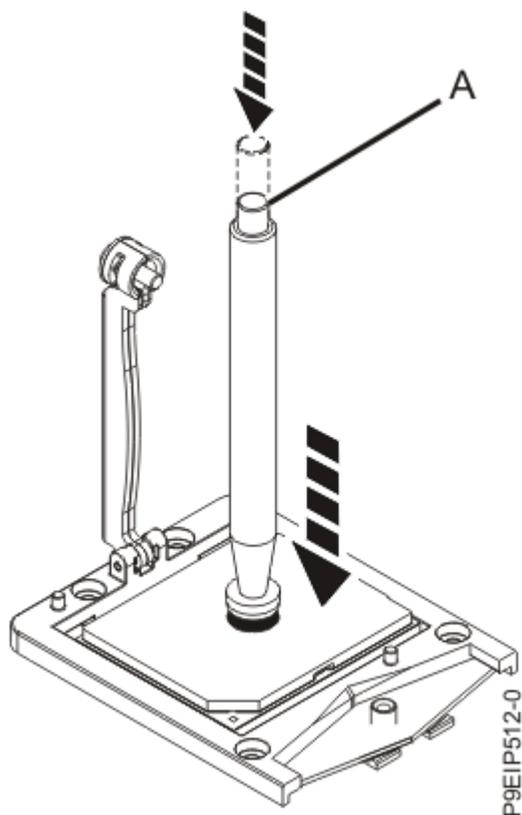

図 55: 取り外しツールをシステム・プロセッサ・モジュールの上に下ろす
3. 真空ペン・ツールを、取り付けるシステム・プロセッサ・モジュールの上を下ろします。ペン (A) の上部を完全に押し込み、ペンをシステム・プロセッサ・モジュールの中央に保持します (63 ページの図 55 を参照)。ペンの上部を放して、ペンをシステム・プロセッサ・モジュール上に固定します。